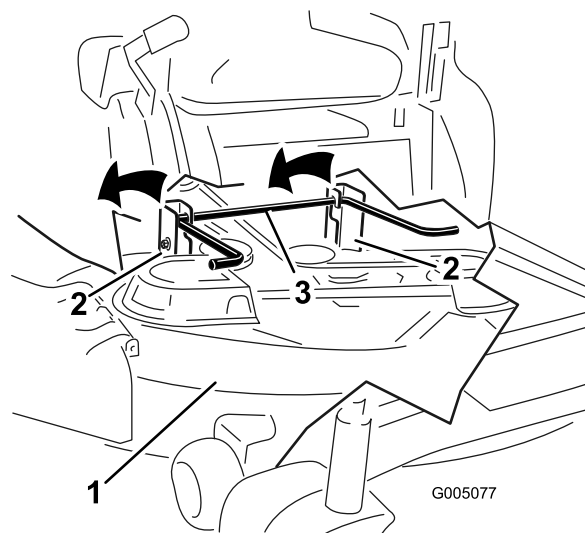

Bild 64
7. Heben Sie das Mähwerk und die Hängeprofile über die hintere Hubstange und senken Sie das Mähwerk vorsichtig auf den Boden ab (Bild 64).
5. Heben Sie das Heck des Mähwerks an und führen Sie die Hängeprofile über die hintere Hubstange (Bild 64).